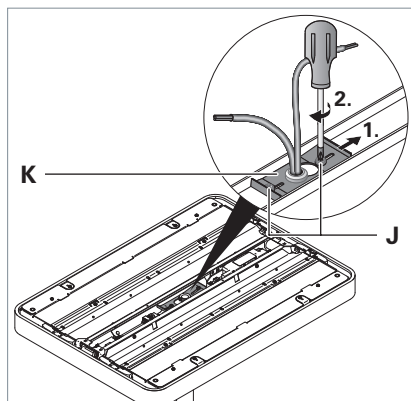

Fig. 9: Fixer la tête du luminaire.
- Dévisser les deux vis **J** de la patte de retenue **K**, voir Fig. 9.